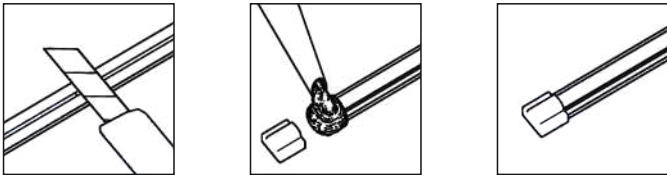

Рисунок 3.
5.3. Определите необходимую длину ленты и отрежьте необходимую часть. Ленту рекомендуется резать канцелярским ножом по местам реза, помеченным на задней стороне ленты (см. рисунок 1). Не допускается резка ленты в других местах. Рез должен быть ровным, прямым под углом 90 градусов к ленте (см. рисунок 3).